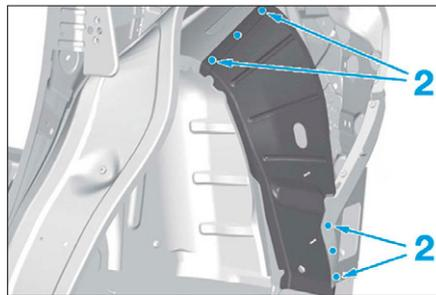

FIG. 199
- Souder par points bouchons MAG (Fig.199).